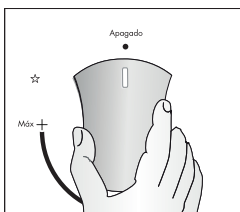

Figura 23
- Cuando no este en funcionamiento la cubierta las perillas deben encontrarse siempre en posición de apagado, cuando no este en operación el producto (Ver figura 23).